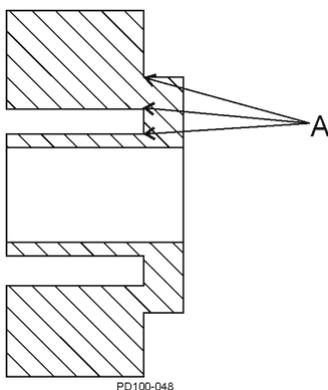

Abbildung 32 - Schmierpunkte des Rotors
- Prüfen Sie die Rotoren gründlich auf verschlissene Keilnuten, Nabenverschleiß und Belastungsrisse. Verwenden Sie das Farbstoffverfahren zur Erkennung von Ermüdungsrissen an Rotorstresspunkten (Abbildung 32, Pos. A).